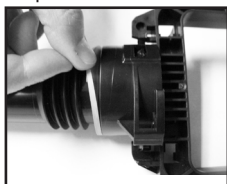

Figure 1
1. Inspectez le joint. Enlevez-le et remplacez-le s'il est usé ou endommagé (**voir la figure 1**).